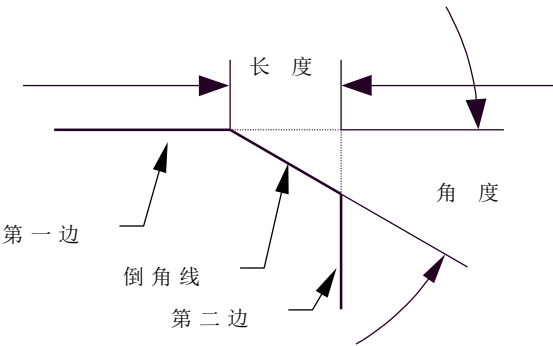

图 4-21 长度和角度的定义
- 3) 立即菜单中的【3: 长度】和【4: 倒角】两项内容表示倒角的轴向长度和倒角的角度。根据系统提示, 从键盘输入新值可改变倒角的长度与角度。其中【轴向长度】是指从两直线的交点开始, 沿所拾取的第一条直线方向的长度。【角度】是指倒角线与所拾取第一条直线的夹角, 其范围是 (0, 180)。其定义如图 4-21 所示。由于轴向长度和角度的定义均与第一条直线的拾取有关, 所以两条直线拾取的顺序不同, 所作出的倒角也不同。